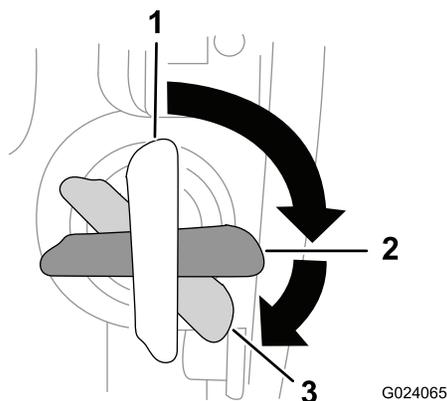

Рисунок 15
4. Поверните ключ в замке зажигания в положение Пуск и держите его в этом положении, пока двигатель не запустится (Рисунок 15).